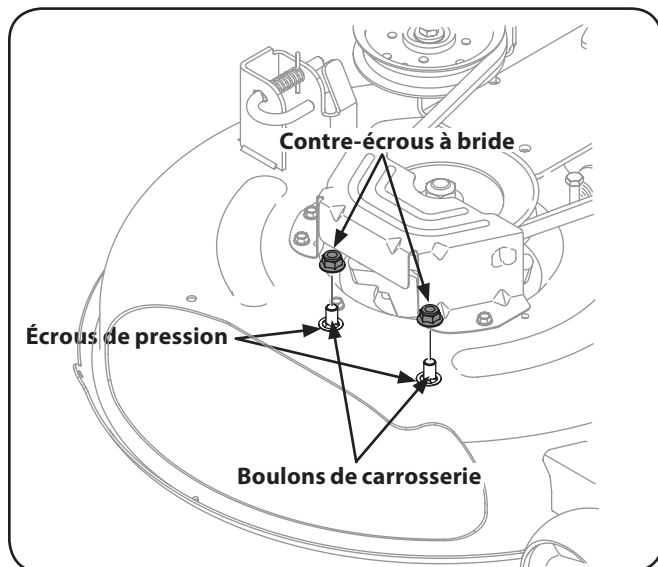

Figure 3-3
2. Retirez les contre-écrous à bride situés sur le plateau de coupe. Ne retirez pas les écrous de pression ou les boulons de carrosserie afin de faciliter l'installation du déflexeur. Voir Figure 3-3.